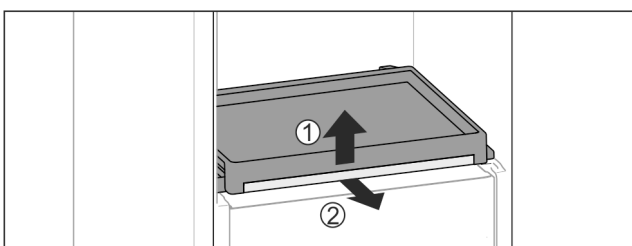

Fig. 111
- ▶ Витягніть витяжну панель зі скляною полицю: Підніміть трохи скляну полицю спереду Fig. 111 (1) та витягніть вперед Fig. 111 (2).